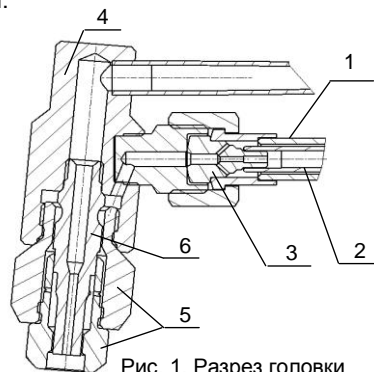

Рис. 1. Разрез головки
4.1. В состав резака входит: ствол с группой запорных вентилялей; трубка кислорода режущего; коллектор кислородный поз.1. рис.1; коллектор керосиновый поз. 2 со смесителем поз. 3; головка резака поз.4 с наружным поз.5 и внутренним поз. 6 мундштуком. В кислородном штуцере резака установлен обратный клапан.